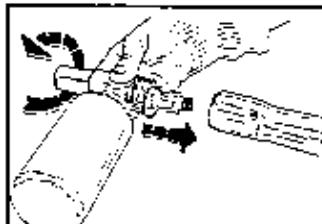

FIG.11
2) Fjern forlengelsesleddet fra håndtaket og før inn vaskemiddel-tordelen (fig.11), start varmvannsspyleren og spyl ut over overflaten nedenfra og oppover.